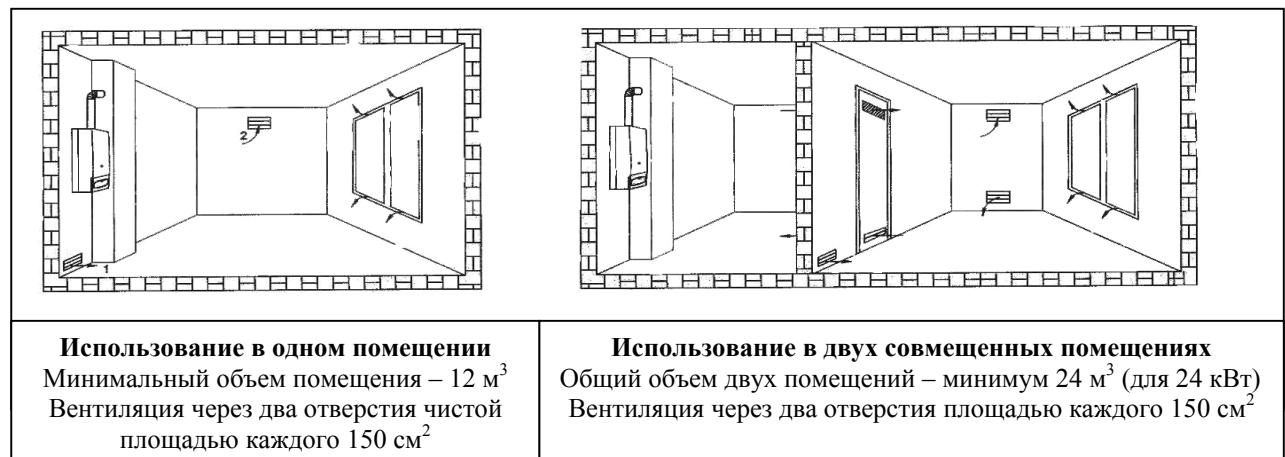

Рисунок 8
- Сообщавшиеся помещения должны иметь постоянный приток свежего воздуха непосредственно с улицы. Два не закрывающихся вентиляционных отверстия, каждое площадью не менее 150 см^2 или одно отверстие площадью не менее 300 см^2 . Верхнее отверстие должно быть максимально приближено к потолку и располагаться на высоте не менее 180 см от пола, второе – возможно близко к полу. (Рисунок 8)